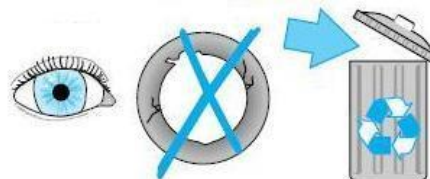

Bild 9
5. Dichtring Nr. 6960 gemäss Bild 9 prüfen und im Zweifelsfall auswechseln.